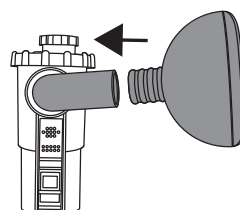

Fig. 13
- Connettere il boccaglio (Fig. 9) all'attacco laterale del nebulizzatore. Utilizzare anche l'adattatore incluso nella fornitura (Fig. 10) per collegare la forcina nasale (Fig. 11), la maschera di inalazione (Fig. 12) o la maschera per collo LARYVOX® Mask (Fig. 13).